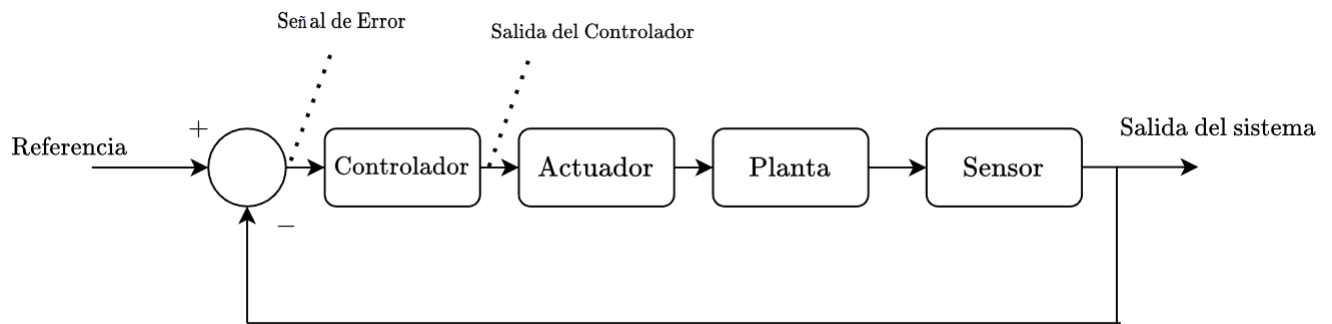

Figura 2: Esquema de un sistema de control
Por otra parte, el esquema de un sistema de control automatico se presenta en la figura 2.
2. Implemente el esquema del controlador mostrado en la figura 2, utilice el bloque '*Relay*' de Simulink como el **Controlador**. Configure la salida del '*Relay*' para que alterne entre 0v y 10v, lo que facilitará la implementación de un control tipo on-off. La señal de referencia para el controlador debe provenir de un bloque '*Step*'. Por otro lado, la planta y el actuador se modelarán conjuntamente mediante la función de transferencia y constante de la sesión anterior.
2. Modifique el diagrama de bloques de simulink para formar el esquema equivalente de la Figura 2.